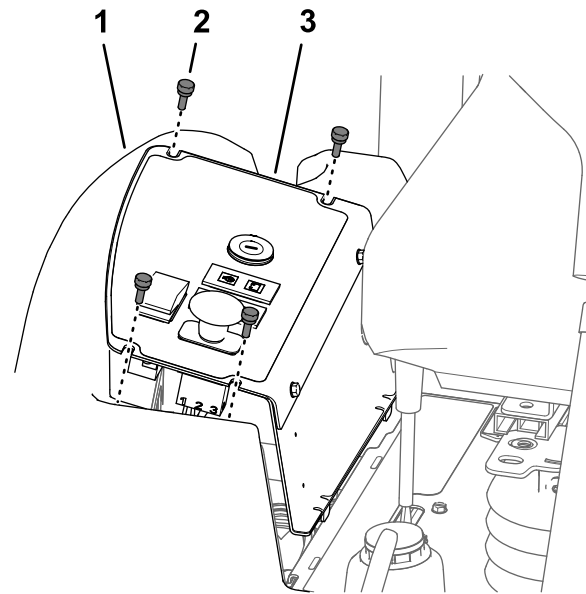

Bild 55
2. Heben Sie die Armaturenbrettplatte an (Bild 55).
1. Nehmen Sie die vier Rändelschrauben ab, mit denen die Armaturenbrettplatte am Kraftstofftank befestigt ist (Bild 55).
3. Richten Sie die Schlitzte an der Oberseite des Armaturenbretts an den Löchern im Flansch des Kraftstofftanks aus (Bild 55).
4. Befestigen Sie das Armaturenbrett mit den vier Rändelschrauben (Bild 55), die Sie in Schritt 1 in Entfernen der Armaturenbrettplatte \(Seite 53\) entfernt haben, am Flansch des Kraftstofftanks.